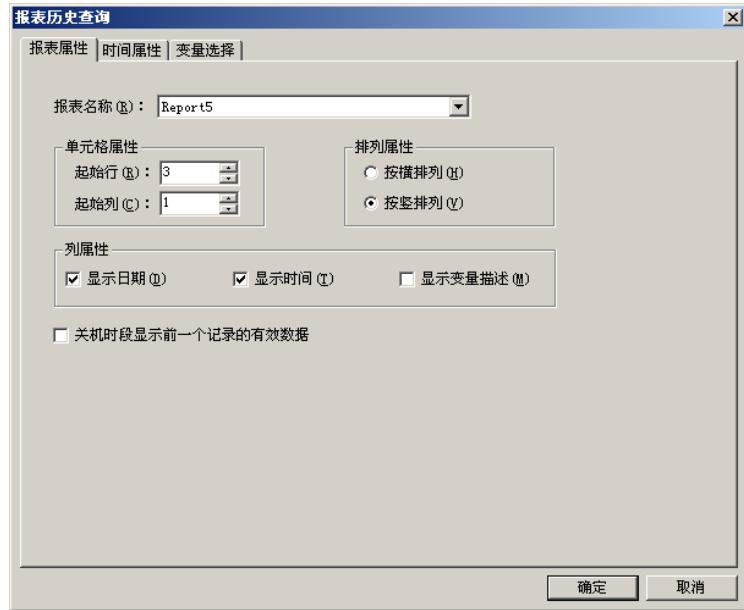

图 5-19 报表属性页
- (3) 设置完毕后单击“文件”菜单中的“全部存”命令，保存所作设置。
- (4) 单击“文件”菜单中的“切换到 VIEW”命令，运行此画面。单击“历史数据报表查询”按钮，弹出报表历史查询对话框，如图 5-19 所示。
- 报表属性页：在报表属性页中您可以设置报表查询的显示格式，此属性页设置如图 5-19 所示。